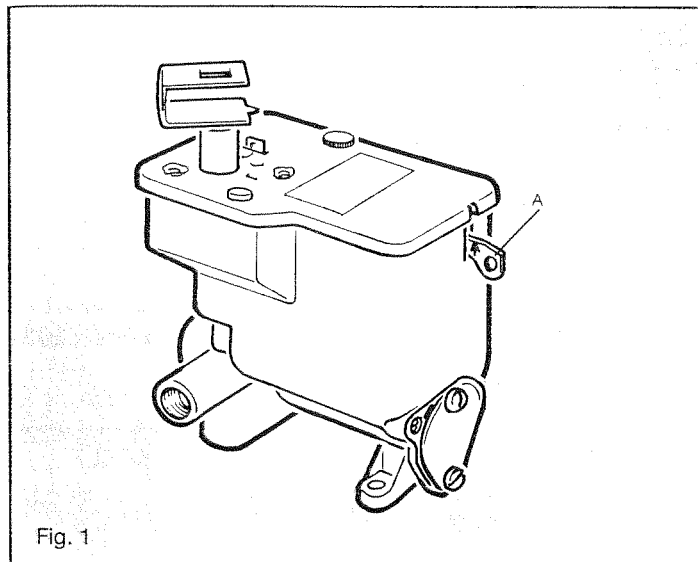
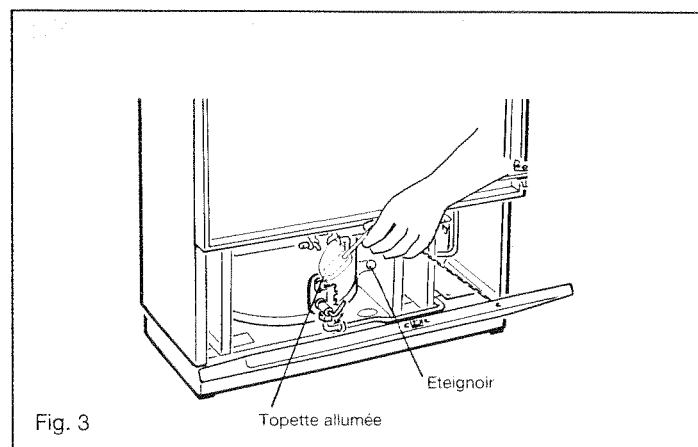

Fig. 1
Fig. 3
Avant de remplir le réservoir, il faut armer la cuve à niveau constant (Fig. 1). Agir sur le levier d'enclenchement [A] en le poussant vers le haut jusqu'à la perception d'un léger déclic.
Vérifier si le robinet du réservoir est ouvert, si la cuve à niveau constant est armée (pousser vers le haut le levier d'enclenchement A (Fig. 1). Mettre le bouton de commande sur la position 1 ou 1,5. Peu après, le fioul s'écoule dans le pot brûleur (au premier allumage cela mettra 2 à 3 minutes). Enlever le bouchon de l'orifice d'allumage, introduire la topette (Fig. 3) de sorte que sa pointe s'imbibe de mazout arrivant au fond du pot brûleur (la courber légèrement au besoin). Dès que celle-ci est imbibée de fioul, la retirer puis l'allumer et l'introduire à nouveau dans l'orifice d'allumage. Dès que le fioul s'est enflammé dans le brûleur, retirer partiellement la topette afin que les vapeurs de mazout puissent s'évacuer dans le foyer, puis la ranger dans l'éteignoir (Fig. 3).
- Armer en poussant le levier (Fig. 1) vers le haut